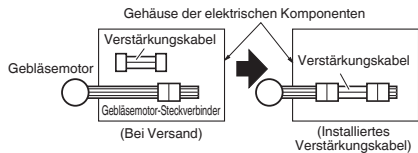

Abb. 3-83
- (1) Die vier Schrauben am Gehäuse der elektrischen Komponenten herausdrehen, dann die Abdeckplatte abnehmen.
- (2) Die Steckverbinder des Gebläsemotors im Gehäuse trennen.
- (3) Die 2 Verstärkungskabel aus dem Karton mit den Sonderausstattungsteilen herausnehmen (Stecker an beiden Enden).
- (4) Die 2 Stecker des Verstärkungskabels mit den in Schritt 2 abgezogenen Anschlussbuchsen verbinden, wie in Abb. 3-83 gezeigt.